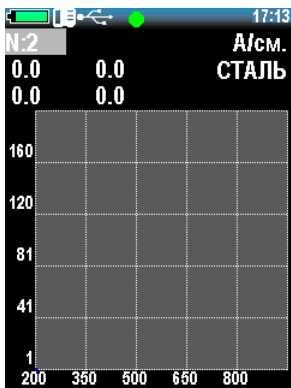

Рисунок 2.24 – Калибровка по двум точкам
3. Нажмите клавишу «» для выбора количества точек калибровки, при наличии двух образцов необходимо с помощью клавиш «» и «» выбрать символ «2», для подтверждения нажмите «» (рис. 2.24).